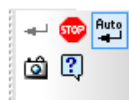

Рис. 2.8. Вибрати кнопку  «Перервати команду» на панелі
- д) на панелі «Спеціального керування» натиснути кнопку  «Перервати команду» (рис. 2.8) або натиснути клавішу *<Esc>*;
**«Створити об'єкт»** (рис. 2.8).
к) натиснути кнопку  «*Створити об'єкт*» (рис. 2.8) на панелі «*Спеціального керування*». Всі внесені зміни в властивості моделі деталі будуть застосовані;
в) на панелі «*Спеціального керування*» натиснути кнопку  «*Перервати команду*» (рис. 2.8).
- г) на панелі «Спеціального керування» натиснути кнопку  «Перервати команду» (рис. 2.8) або натиснути клавішу <Esc>.
- г) на панелі «*Спеціального керування*» натиснути кнопку  «*Перервати команду*» (рис. 2.8) або натиснути клавішу <Esc>.
в) на панелі «Спеціального керування» натиснути кнопку  «Перервати команду» (рис. 2.8) або натиснути клавішу <Esc>.
- є) на панелі «Спеціального керування» натиснути кнопку  «Перервати команду» (рис. 2.8) або натиснути клавішу <Esc>.
д) на панелі «*Спеціального керування*» натиснути кнопку  «*Створити об'єкт*» (рис. 2.8).